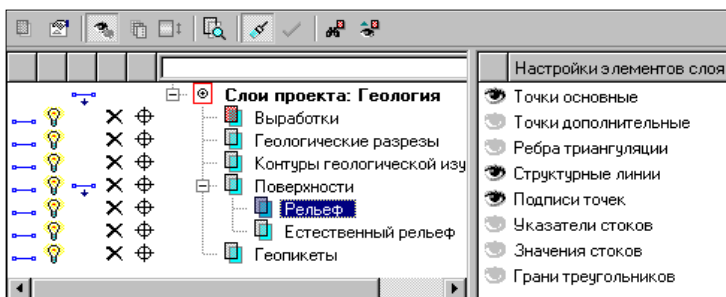

Рис. 8.2
4. С помощью фильтров видимости выполняется отключение/ включение видимости элементов слоев (рис. 8.2).